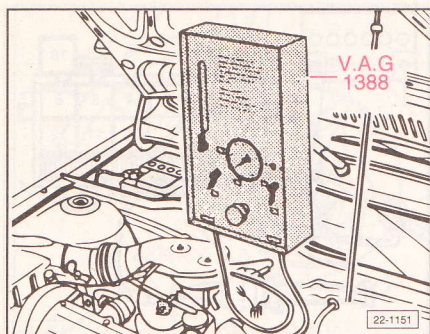
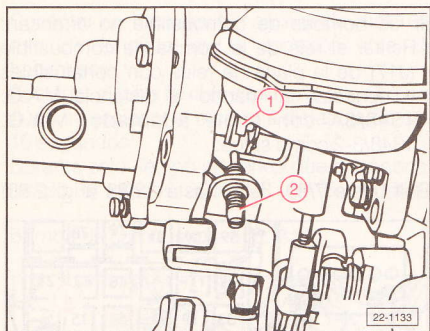

Fig. 2.77
Fig. 2.78
Conectar el instrumento de comprobación según las instrucciones respectivas (Fig. 2.77). Girar el disco escalonado (1) y bloquearlo, de tal modo que el tornillo de ajuste para el ralentí en frío (2) no toque con él (Fig. 2.78).
Girar el disco escalonado (1) y bloquearlo, de tal modo que el tornillo de ajuste para el ralentí en frío (2) no toque con él (Fig. 2.78).